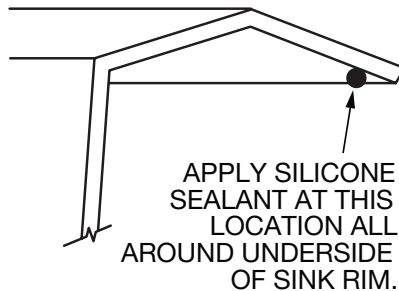

Figure 3
3. Apply a continuous 3/8" diameter bead of sealant to the underside of the rim as shown in Figure 3. Set sink into countertop and fasten in place with locking bars and screws provided. **CAUTION:** Tighten screws until locking bars contact the underside of the countertop and will not spin. **DO NOT** overtighten.
3. Appliquez une goutte de 9,5 mm (3/8 po) de diamètre de l'agent d'étanchéité sous le dessus du bord comme indiqué à la Figure 3. Installez l'évier au comptoir et fixez en place avec les barres de verrouillage et les vis fournies. **AVERTISSEMENT :** serrez les vis jusqu'à ce que les barres de verrouillage fassent contact avec le dessous du comptoir et ne puissent tourner. **NE PAS** trop serrer.